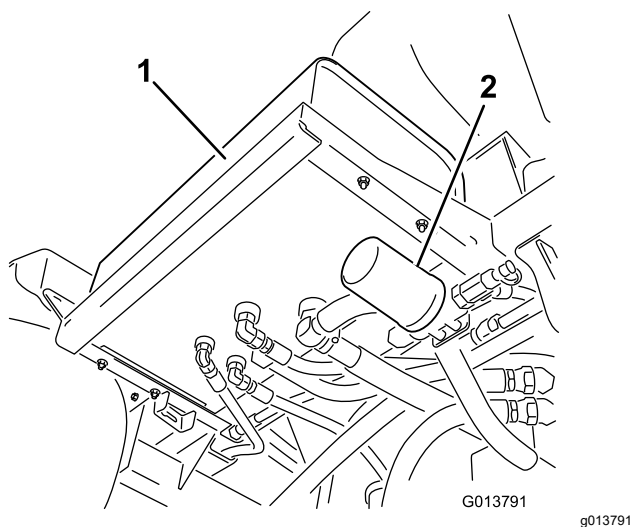
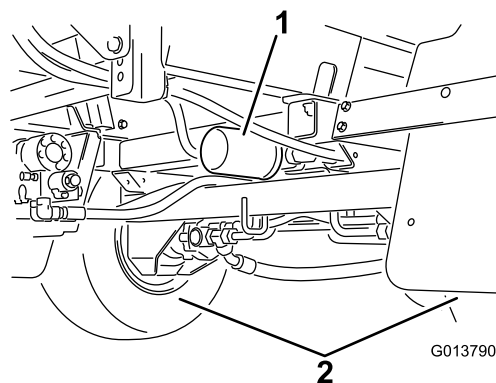

Figura 104
Figura 105
2. Localizați cele 2 filtre hidraulice de la nivelul mainii (Figura 104 și Figura 105).